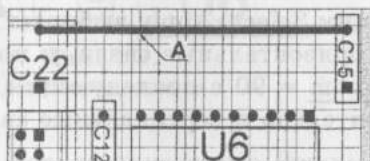
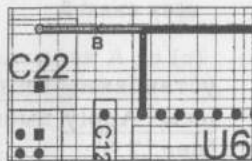

Рис. 2.3. Трассировка проводника А
Рис. 2.4. Выделение проводника В
- щелкнуть ЛК на контакте C15 — будет построен проводник в слое TOP (рис. 2.3);
- последовательно щелкнуть ЛК в левом верхнем контакте ЭРЭ U6 и в точке A проводника (рис. 2.3) — будет построен 2-й проводник в слое TOP (рис. 2.4);
- нажать пиктограмму  и щелкнуть ЛК в точке В (рис. 2.4) — будет выбран только проводник от верхнего контакта C22 до точки ветвления трассы;
• нажать пиктограмму  и щелкнуть ЛК в точке В (рис. 2.4) — будет выбрана вся проведенная трасса, все связи и контакты цепи GND.
**Перемещение трассы.** Данный режим устанавливается пиктограммой , или командой контекстного меню **Edit Move Mode**. Действие команды покажем на примере сдвига вертикального проводника влево в топологии W1 этапами: (1) считываем топологию W1 (рис. 2.4) — после **File>Read>Wires** в поле Browse ввести W1 и нажать **OK**; (2) после щелкнуть ЛК на проводнике — он будет выбран; (3) сдвинуть курсор влево и снова щелкнуть ЛК — рис. 2.8.
**Добавление точки излома трассы.** Режим устанавливается пиктограммой  или командой контекстного меню Cut Segment Mode. Действие команды продемонстрируем на примере добавления и удаления точки излома в центр вертикального проводника (см. рис. 2.4) этапами:
**Оптимизация трассы.** Режим устанавливается пиктограммой  или командой контекстного меню Critic Route Mode. Действие команды  трассы покажем на примере спрямления изогнутой трассы (рис. 2.10), для чего нажать  и щелкнуть ЛК на изогнутой трассе — трасса примет прежний вид (см. рис.2.4).
*Изменение ширины проводника.* Действие команды покажем на примере увеличения ширины вертикального проводника на рис. 2.4 с 1 мм до 2 мм этапами: